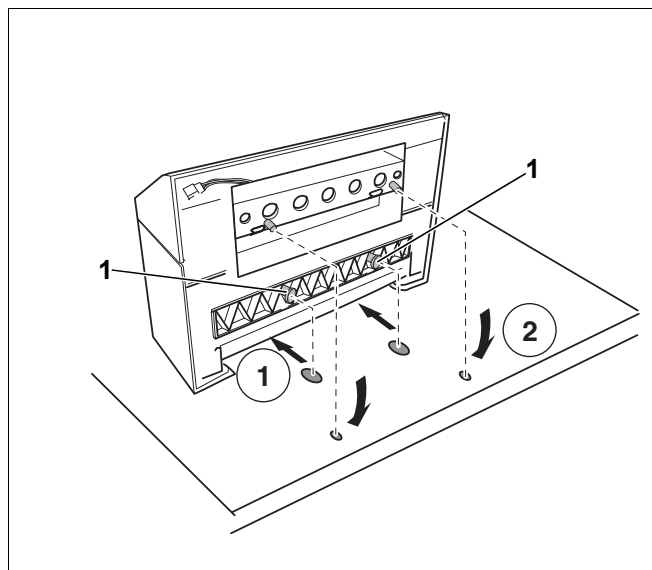

Рис. 6 Монтаж системы управления на отопительном котле (вид сзади отопительного котла)
- Вставить передние крюки (рис. 6, поз. 1) снизу на системе управления в предусмотренные для них пазы на котле и задвинуть систему управления вперед (рис. 6, шаг 1).
- Нажать на систему управления сзади вниз до защелкивания (рис. 6, шаг 2).